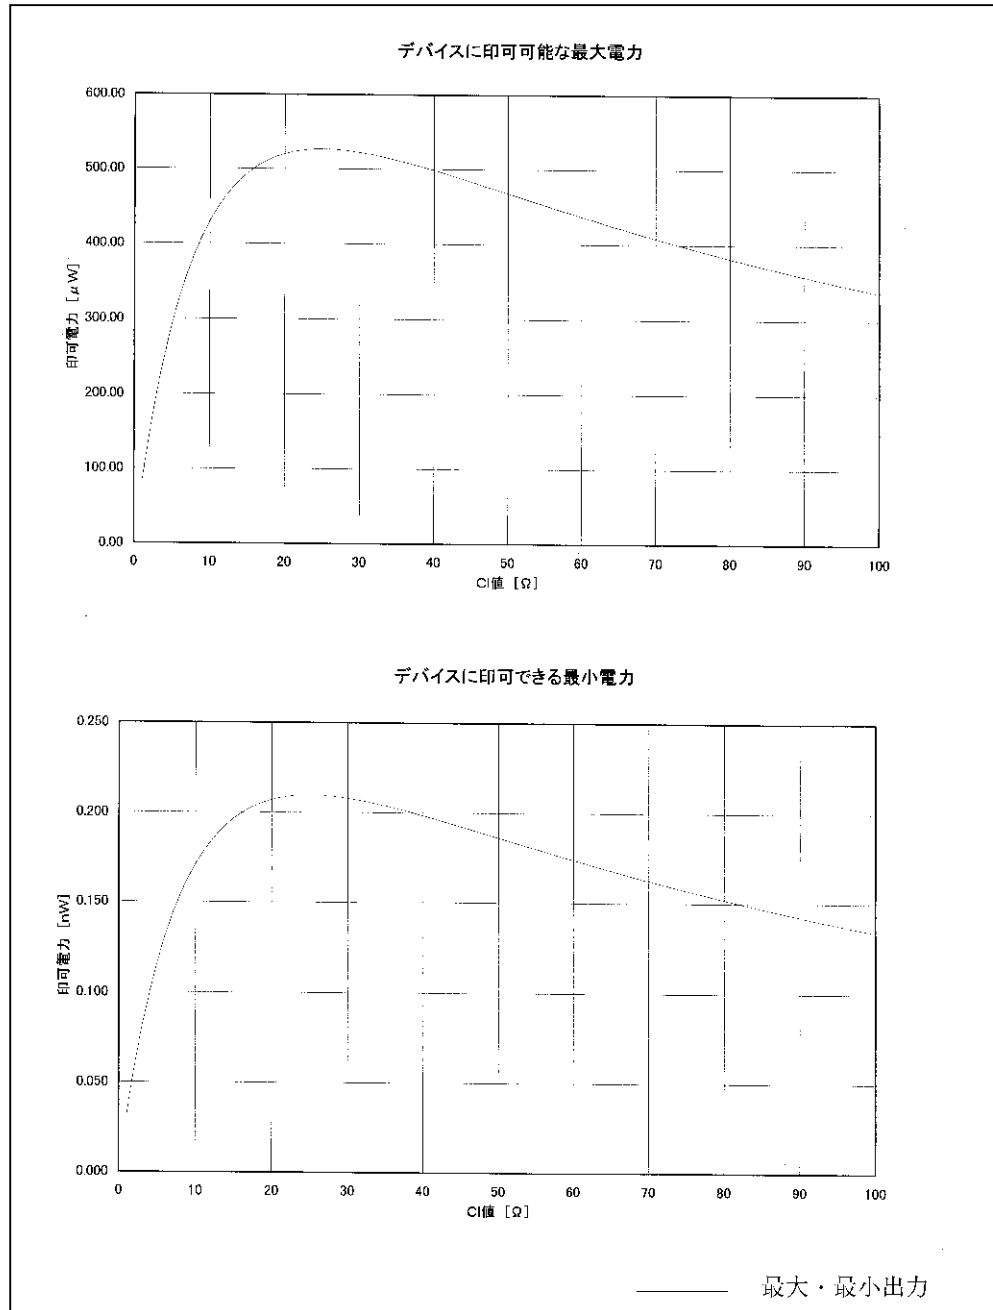

図 5-4 クリスタルに印加可能な最大・最小電力
CI (クリスタル・インピーダンス) によって決まります。クリスタルに印加できる電力については、5.2.2 の「図 5-4 クリスタルに印加可能な最大・最小電力」を参照して下さい。
- (注) クリスタルに印加できる電力は CI (クリスタル・インピーダンス) によって決まります。「図 5-4 クリスタルに印加可能な最大・最小電力」にてクリスタルに印加できる電力を参照して下さい。